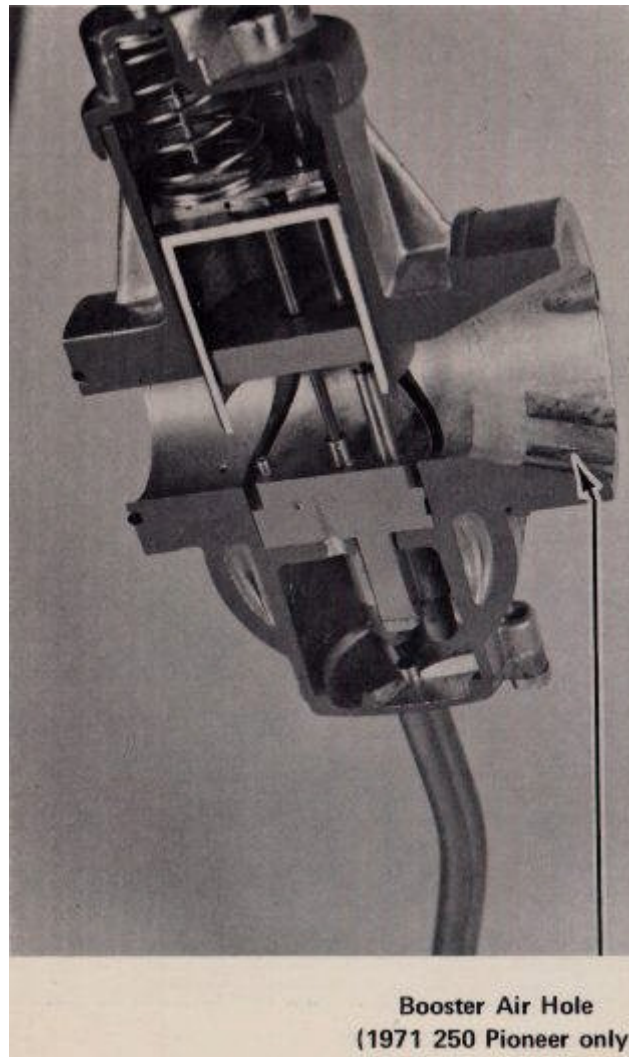

FIG. 127
5. En el 1971 250 de Pioneer, este sistema de refuerzo es ajustable. El aire entra en el centro pequeño agujero debajo de la boca del carburador. (Fig. 127) A continuación, fluye a través de un tornillo de medición antes de pasar por el chorro de aire pequeñas y en el jet de la aguja. La rotación de este tornillo en sentido horario disminuye el flujo de aire a través del sistema de refuerzo, con lo que empobrezca la mezcla. Si se gira a la izquierda aumenta el flujo de aire, haciendo la mezcla más rica. (Fig. 128)